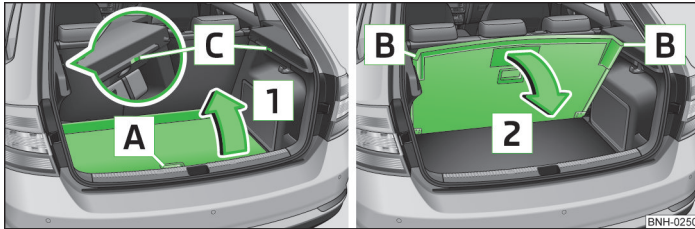

Abb. 74 Variablen Ladeboden hochklappen / herunterklappen
- Den variablen Ladeboden am Griff **[A]** » Abb. 74 fassen.
- Den variablen Ladeboden durch Ziehen in Pfeilrichtung **[2]** » Abb. 74 entriegeln. ■